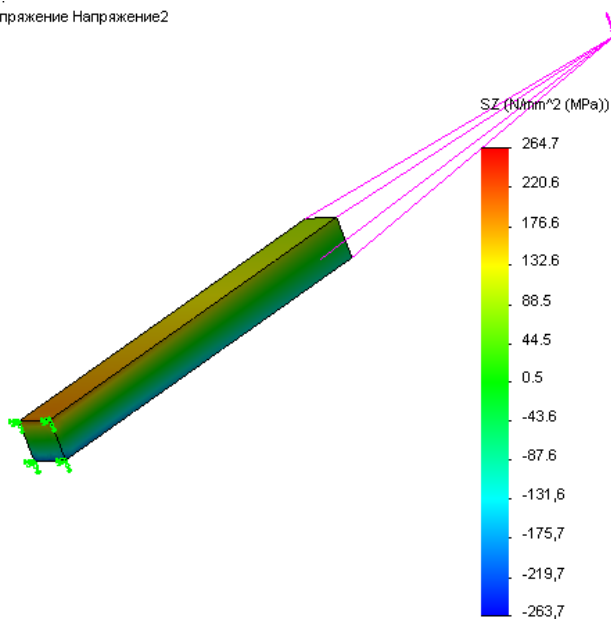

Рисунок 3.7 – Эпюры нормальных напряжений в глобальном Z-направлении
1. Создание эпюры нормальных напряжений в глобальном Z-направлении (SZ) (рис. 3.7).